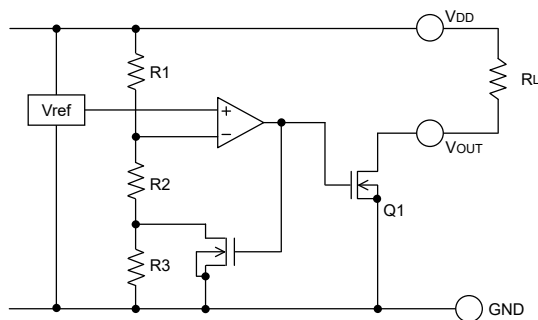
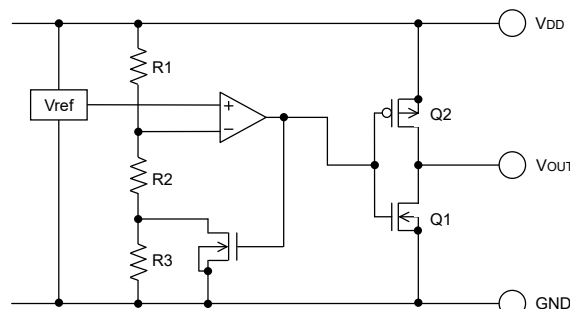

Fig.12(BD48Exxx-M タイプ内部ブロック図)
Fig.13(BD49Exxx-M タイプ内部ブロック図)
オープンドレインタイプ (Fig.12) と CMOS 出力タイプ (Fig.13) 共に、検出電圧及び解除電圧をスレッショルド電圧とし、VDD pin に印加された電圧が各々のスレッショルド電圧に達したとき、VOUT 端子電圧は “H”→“L”、また “L”→“H” に切り換わります。BD48Exxx-M シリーズでは出力形式がオープンドレイン方式であるためプルアップ抵抗を VDD または他の電源との間に接続してください。
入力電源電圧 VDD を SWEEP UP 及び SWEEP DOWN させたときの入力電圧 VDD と出力電圧 VOUT の関係は以下のようになります。(回路は Fig.12,13 です。) 下図の①～⑤について説明します。